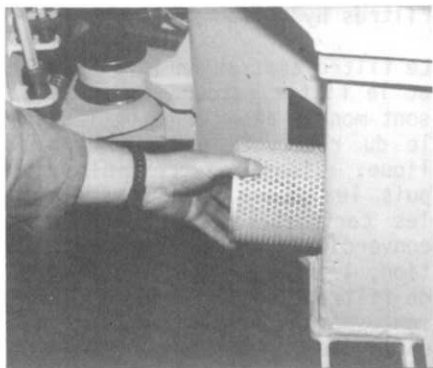

Bild 53
(4) Filterelement abziehen und wechseln (Bild 53).
- (4) Remove filter element, clean and replace (fig. 53). The installation is carried out in the reverse procedure.
- (4) Retirer la cartouche filtrante, la nettoyer et la remplacer le cas échéant (fig. 53). Le montage se fait dans le sens inverse.